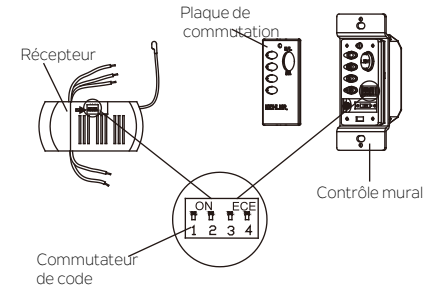

Fig. 13
Étape 1. Faites glisser les commutateurs de code du récepteur vers le haut ou vers le bas à l'aide d'un petit stylo à bille (non fourni). (Fig. 13)
Étape 2. Pour régler le code sur la commande murale, utiliser un petit tournevis plat et l'écartier doucement du haut ou du bas de la plaque de commutation. Glisser les commutateurs de code sur les mêmes positions que celles réglées sur le récepteur. (Fig.13)